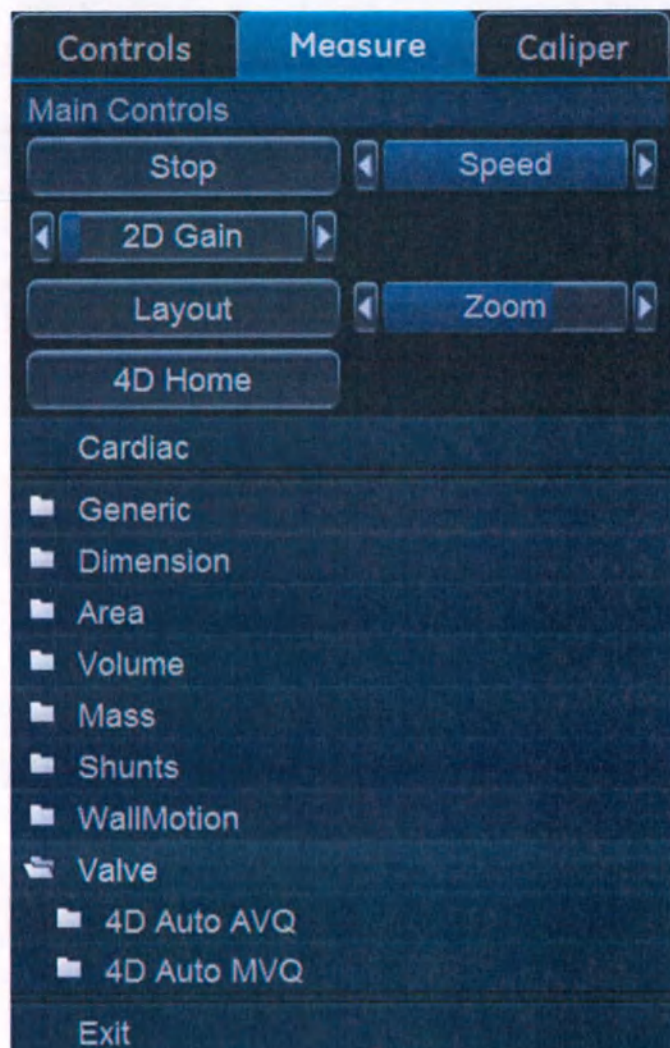

Рис. 8-66. Выбор инструмента 4D Auto MVQ
3. Выберите **Valve > 4D Auto MVQ** (Клапан > 4D Auto MVQ) (Рис. 8-66).